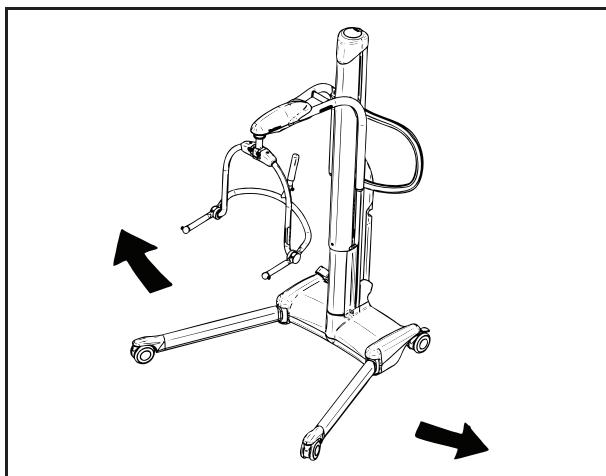

Рис. 13
Задние колеса шасси снабжены тормозами, которые управляются ногой и предназначены для фиксации подъемника MAXI MOVE в неподвижном положении (см. рис. 13).
**ОСТОРОЖНО!** Задние колеса шасси снабжены тормозами, при необходимости управляемыми ногой (см. рис. 13). На данном этапе не следует использовать тормоза шасси, поскольку положение пациента сместится к центру тяжести подъемника при отрыве от опоры.